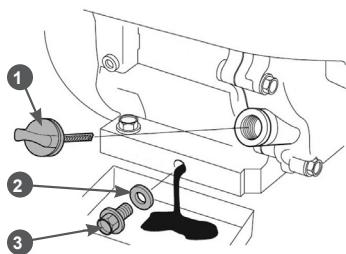

Рис. 13 Замена моторного масла
- Осторожно открутите крышку-щуп 1 из маслозаливной горловины, проприте её насухо и отложите в сторону (Рис. 13).
- Открутите пробку для слива масла и слейте отработанное масло в подготовленную для этого емкость (Рис. 13).